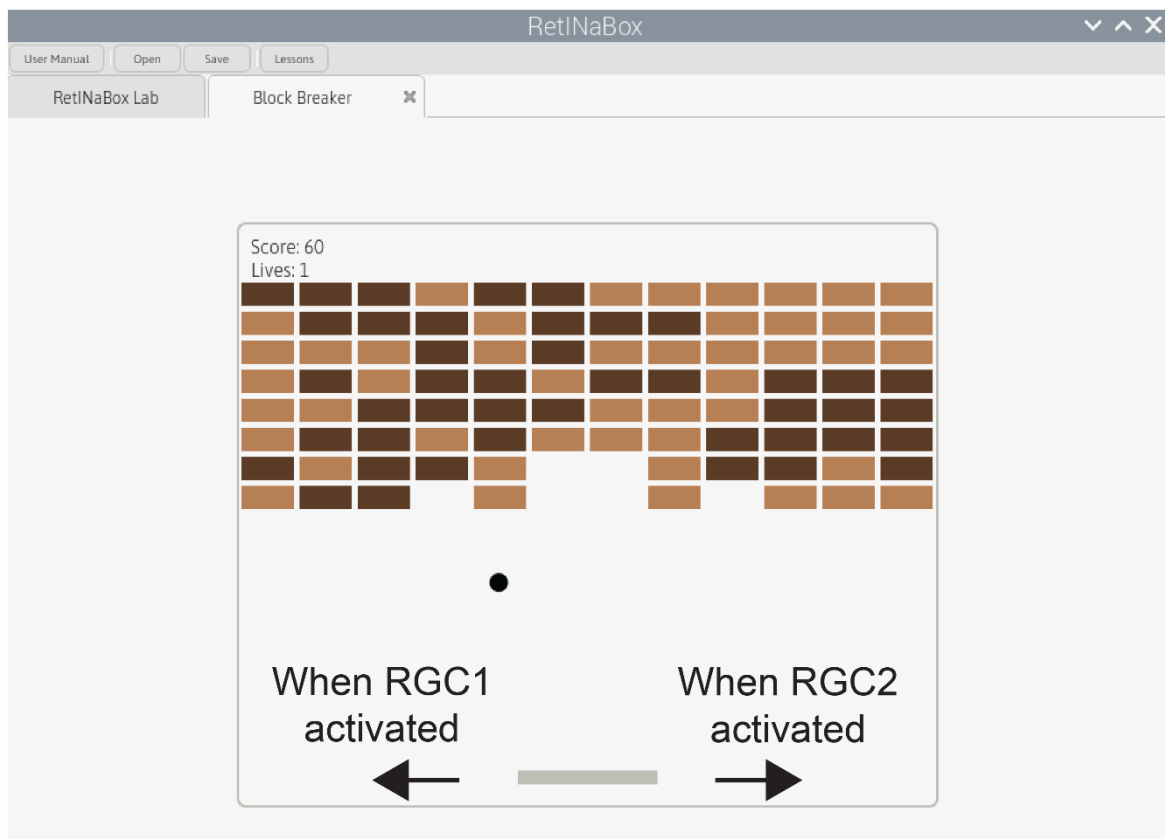

**Figure 40.** Activité de décryptage liée à la leçon 2.
1. Dans la leçon 2, les utilisateurs doivent utiliser les champs récepteurs centraux et périphériques pour décrypter des codes. Accessible via l'onglet « Leçons » de la barre de menu, la sélection de l'activité Décryptage ouvre un nouvel onglet (**Fig. 40**).